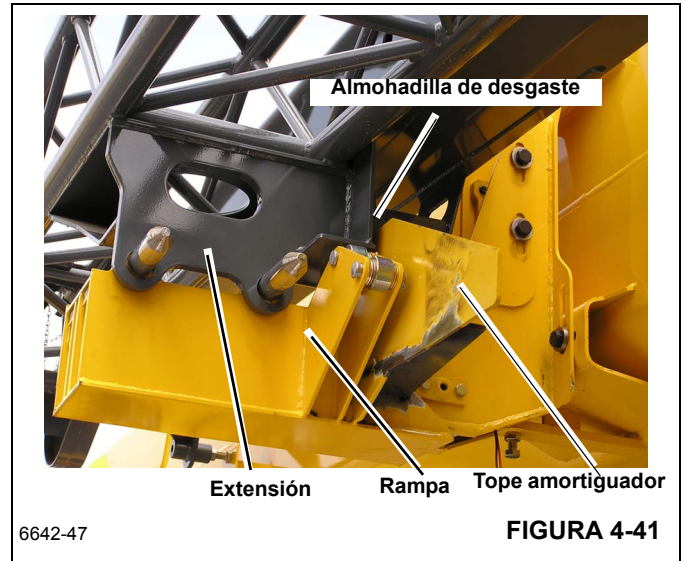

FIGURA 4-41
9. Eleve la pluma para asegurar que la almohadilla de desgaste repose contra la placa amortiguadora de la rampa (Figura 4-41).
10. Retraiga la pluma completamente de modo que el plumín se almacene en la rampa y sobre las escuadras de almacenamiento delanteras (Figura 4-41).